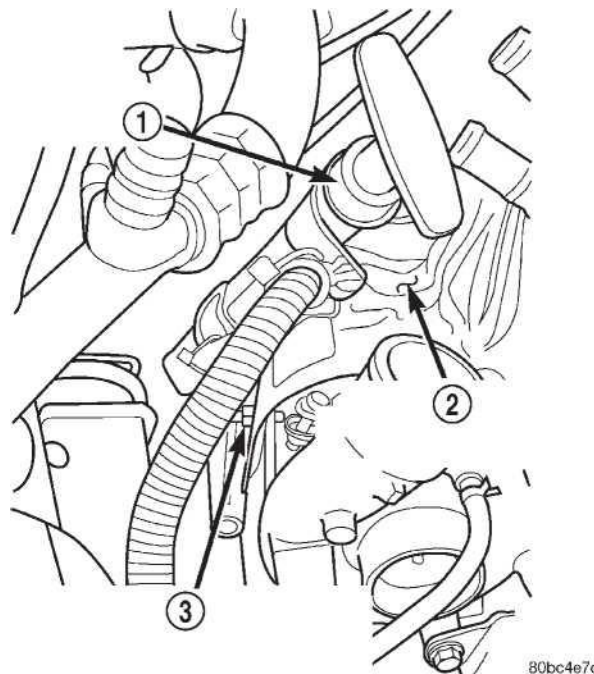

Рис. 42 Опорный кронштейн метро щупа для
(14) Установите стопорную гайку опорного кронштейна трубы щупа для измерения уровня передачи на тепловом экране турбокомпрессора (Рис. 42). Закрутите гайку к 20 N-m (177 в. lbs.).